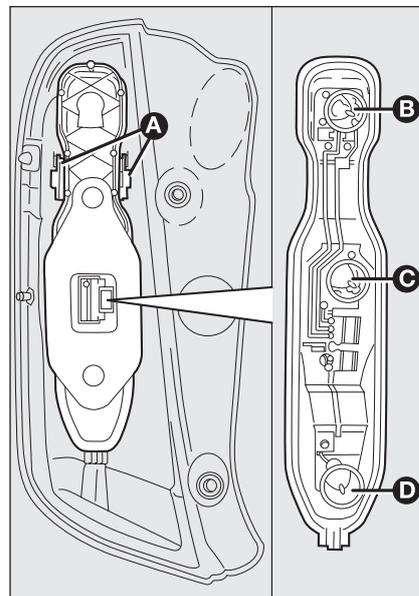

fig. 28
- premere le alette **A-fig. 28** di bloccaggio portalampane ed estrarlo dalla sua sede;
- estrarre le lampade **B - C - D-fig. 28** spingendole leggermente e ruotandole in senso antiorario.